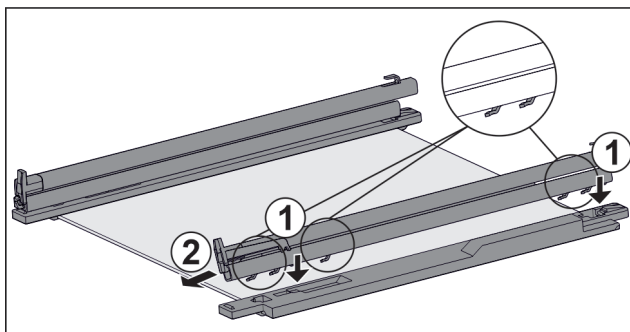

Fig. 130 带轨道和固定件的玻璃隔板
- ▶ 将轨道的挂钩放到左侧固定件的孔上。 Fig. 130 (1)
- ▶ 向前拉轨道。 Fig. 130 (2)
- ▶ 将轨道的挂钩放到右侧固定件的孔上。 Fig. 130 (1)